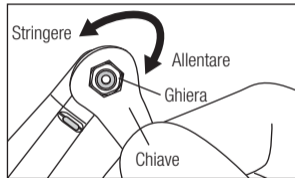

Fig. 10
- 1) Svitare la ghiera e togliere l'ingranaggio.(Fig.10)